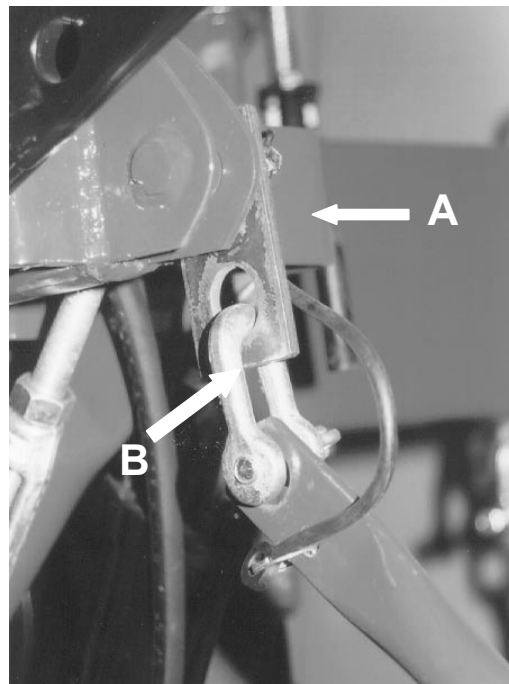

fig.3
La piastra **A** (fig.3), serve per tenere la macchina in posizione stabile e compatta, durante il trasporto su automezzi, e per facilitare la successiva messa in servizio.
Il grillo **B** (fig.3) può essere riutilizzato per il fissaggio della catena per le operazioni di aggancio al trattore (rif. pag. 15).
2. Rimuovere la piastra **A** (fig.3);
Plate **A** (fig.3), is used to hold the machine in a stable and compact position during transport on trucks and to facilitate later commissioning.
"U" bolt **B** (fig.3) can be re-used to fix the chain when the mower is hitched to the tractor (see page 15).
2. Remove plate **A** (fig.3);
La plaque **A** (fig.3), sert à maintenir la machine stable et compacte, pendant le transport sur les véhicules, et pour faciliter la mise en service successive.
La manille **B** (fig.3) peut être réutilisée pour fixer la chaîne lors opérations d'attelage au tracteur (ref. page 15).
2. Enlever la plaque **A** (fig.3);
La placa **A** (fig.3) sirve para tener la máquina en posición estable y sólida mientras se transporta en el vehículo y para facilitar su posterior puesta en marcha.
El grillete **B** (fig.3) puede volver a utilizarse para fijar la cadena que sirve para las operaciones de enganche al tractor (Ref. página 15).
2. Quitar la placa **A** (fig.3);
Die Platte **A** (Abb.3) dient dazu der Maschine Stabilität und Kompaktheit während des Transportes auf Fahrzeugen zu verleihen und um die spätere Inbetriebsetzung zu erleichtern.
2. Die Platte **A** (Abb.3) entfernen;